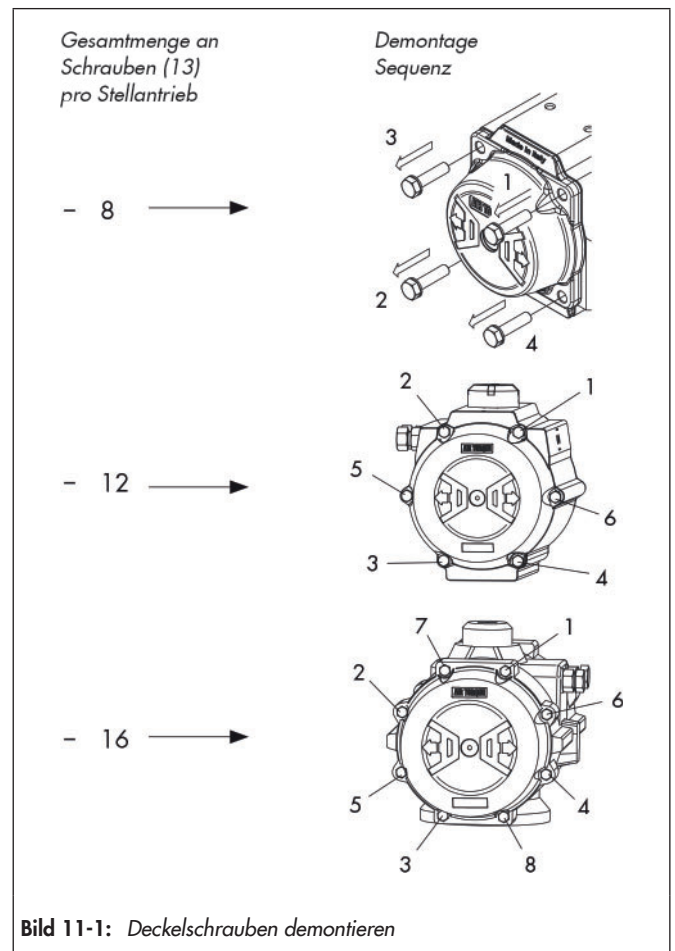

Bild 11-1: Deckelschrauben demontieren
- ⇒ Bei Demontage der Deckelschrauben, Sequenz einhalten, vgl. Bild 11-1.
⇒ Kompression der Federn lösen. Dabei jede Deckelschraube (13) um jeweils eine Umdrehung gemäß der in Bild 11-1 gezeigten Reihenfolge um die in Tabelle 11-1 angegebene Anzahl von Umdrehungen teilweise herausdrehen.